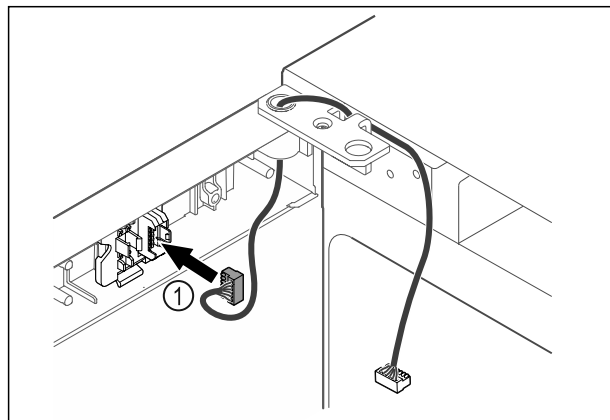

Fig. 45
- ▶ Dugja be a dugót Fig. 45 (1) a dugófoglalatba.